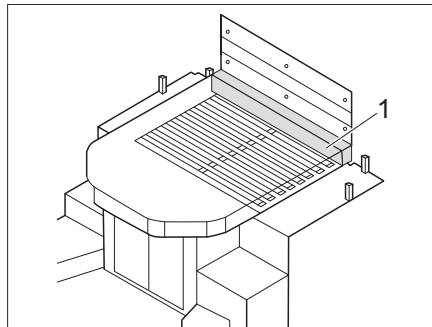

Fig. 180 Rallonge de lit - Variante 1
■ Installer un matelas supplémentaire (Fig. 180,1) à l'avant du lit Queen.